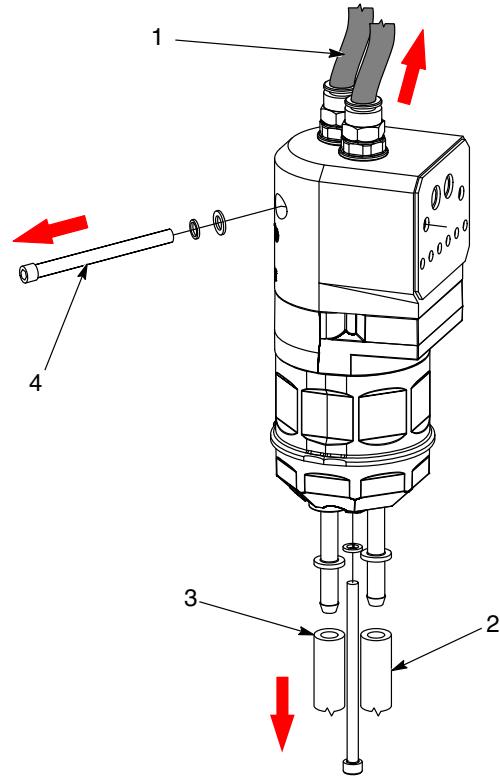

图 16 改装泵拆卸准备
1. 请参见图 16。在适用情况下，断开冲洗空气管线与改装泵 (1) 顶部的连接。